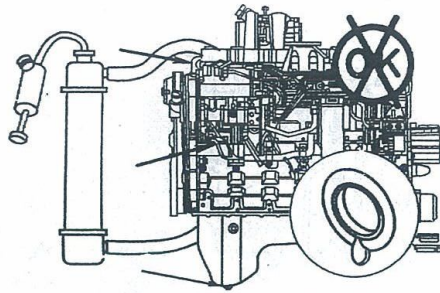

图 1-336 检查冷却液是否泄漏
3) 向冷却系统施加 140kPa (20psi) 气压, 检查冷却液是否泄漏, 见图 1-336。向冷却系统加压后, 检查气缸盖和气缸体有无裂纹, 检查机油冷却器和气缸垫是否存在缺陷。